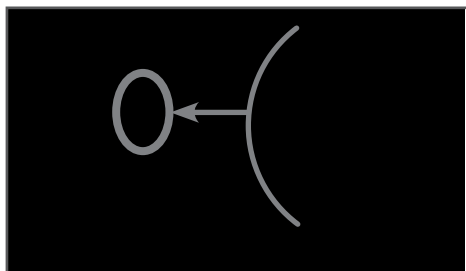

Рис. 16 Управление оборотами двигателя
3. Ослабьте затяжку гайки-фиксатора рычага управления оборотами двигателя, переведите гайку-фиксатор по направляющему пазу вниз до упора (в положение «МАКСИМАЛЬНЫЕ ОБОРОТЫ»), после чего затяните гайку (Рис. 16).
- Ослабьте затяжку гайки-фиксатора рычага управления оборотами двигателя, переведите гайку-фиксатор по направляющему пазу в положение «ХОЛОСТЫЕ ОБОРОТЫ», после чего затяните гайку (Рис. 16).
Прогретый двигатель можно запустить, сразу установив гайку-фиксатор рычага управления оборотами двигателя в положение «СРЕДНИЕ ОБОРОТЫ» или «МАКСИМАЛЬНЫЕ ОБОРОТЫ» (Рис. 16).
4. Ослабьте затяжку гайки-фиксатора рычага управления оборотами двигателя, переведите гайку-фиксатор по направлению пазу вниз в положение «ХОЛОСТЫЕ ОБОРОТЫ», после чего затяните гайку (Рис. 16).
Прогретый двигатель можно запускать, сразу установив гайку-фиксатор рычага управления оборотами двигателя в положение «СРЕДНИЕ ОБОРОТЫ» или «МАКСИМАЛЬНЫЕ ОБОРОТЫ» (Рис. 16).
1. Ослабьте затяжку гайки-фиксатора рычага управления оборотами двигателя, переведите гайку-фиксатор по направляющему пазу вверх в положение «ХОЛОСТЫЕ ОБОРОТЫ», после чего затяните гайку (Рис. 16).
3. Ослабьте затяжку гайки-фиксатора рычага управления оборотами двигателя, переведите гайку-фиксатор по направляющему пазу вверх до упора в положение «СТОП», после чего затяните гайку (Рис. 16).
1. Ослабьте затяжку гайки-фиксатора рычага управления оборотами двигателя, переведите гайку-фиксатор по направляющему пазу вверх до упора в положение «СТОП», после чего затяните гайку (Рис. 16).
1. После прогрева двигателя ослабьте затяжку гайки-фиксатора рычага управления оборотами двигателя, переведите гайку-фиксатор по направляющему пазу вниз до упора (в положение МАКСИМАЛЬНЫЕ ОБОРОТЫ), после чего затяните гайку (Рис. 16). Мотопомпа при этом начнет работать в режиме максимальной производительности.